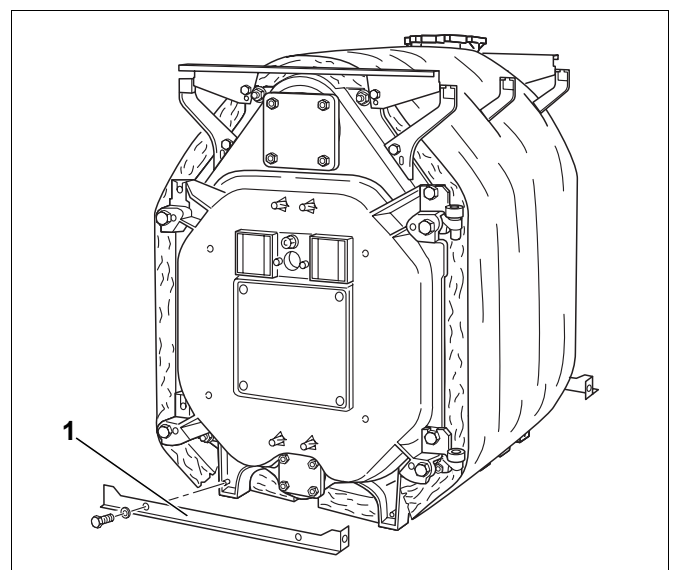

Fig. 43 Montaggio delle traverse trasversali inferiori
- Avvitare le traverse inferiori anteriore (fig. 43, [1]) e posteriore ai rispettivi piedi degli elementi ognuna con due viti a testa esagonale. I bordi ripiegati di queste traverse devono essere rivolti verso l'esterno.